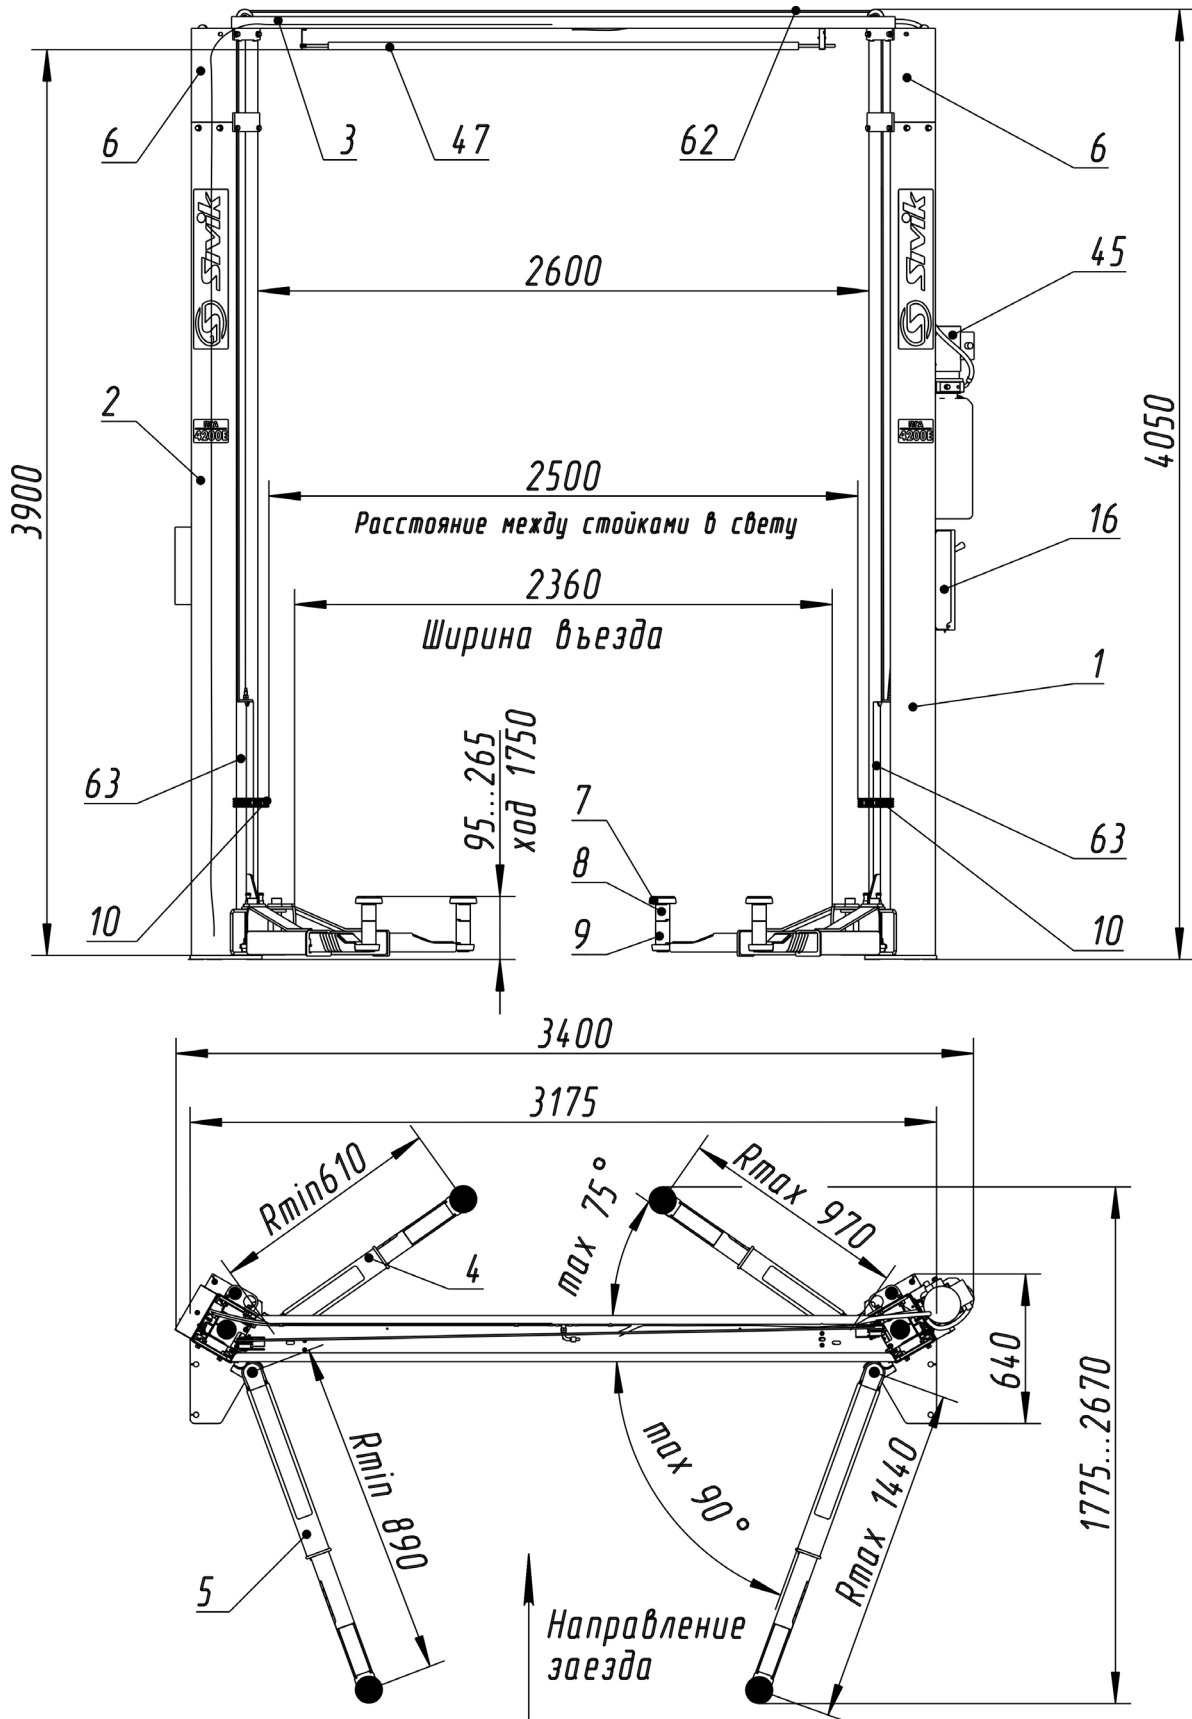
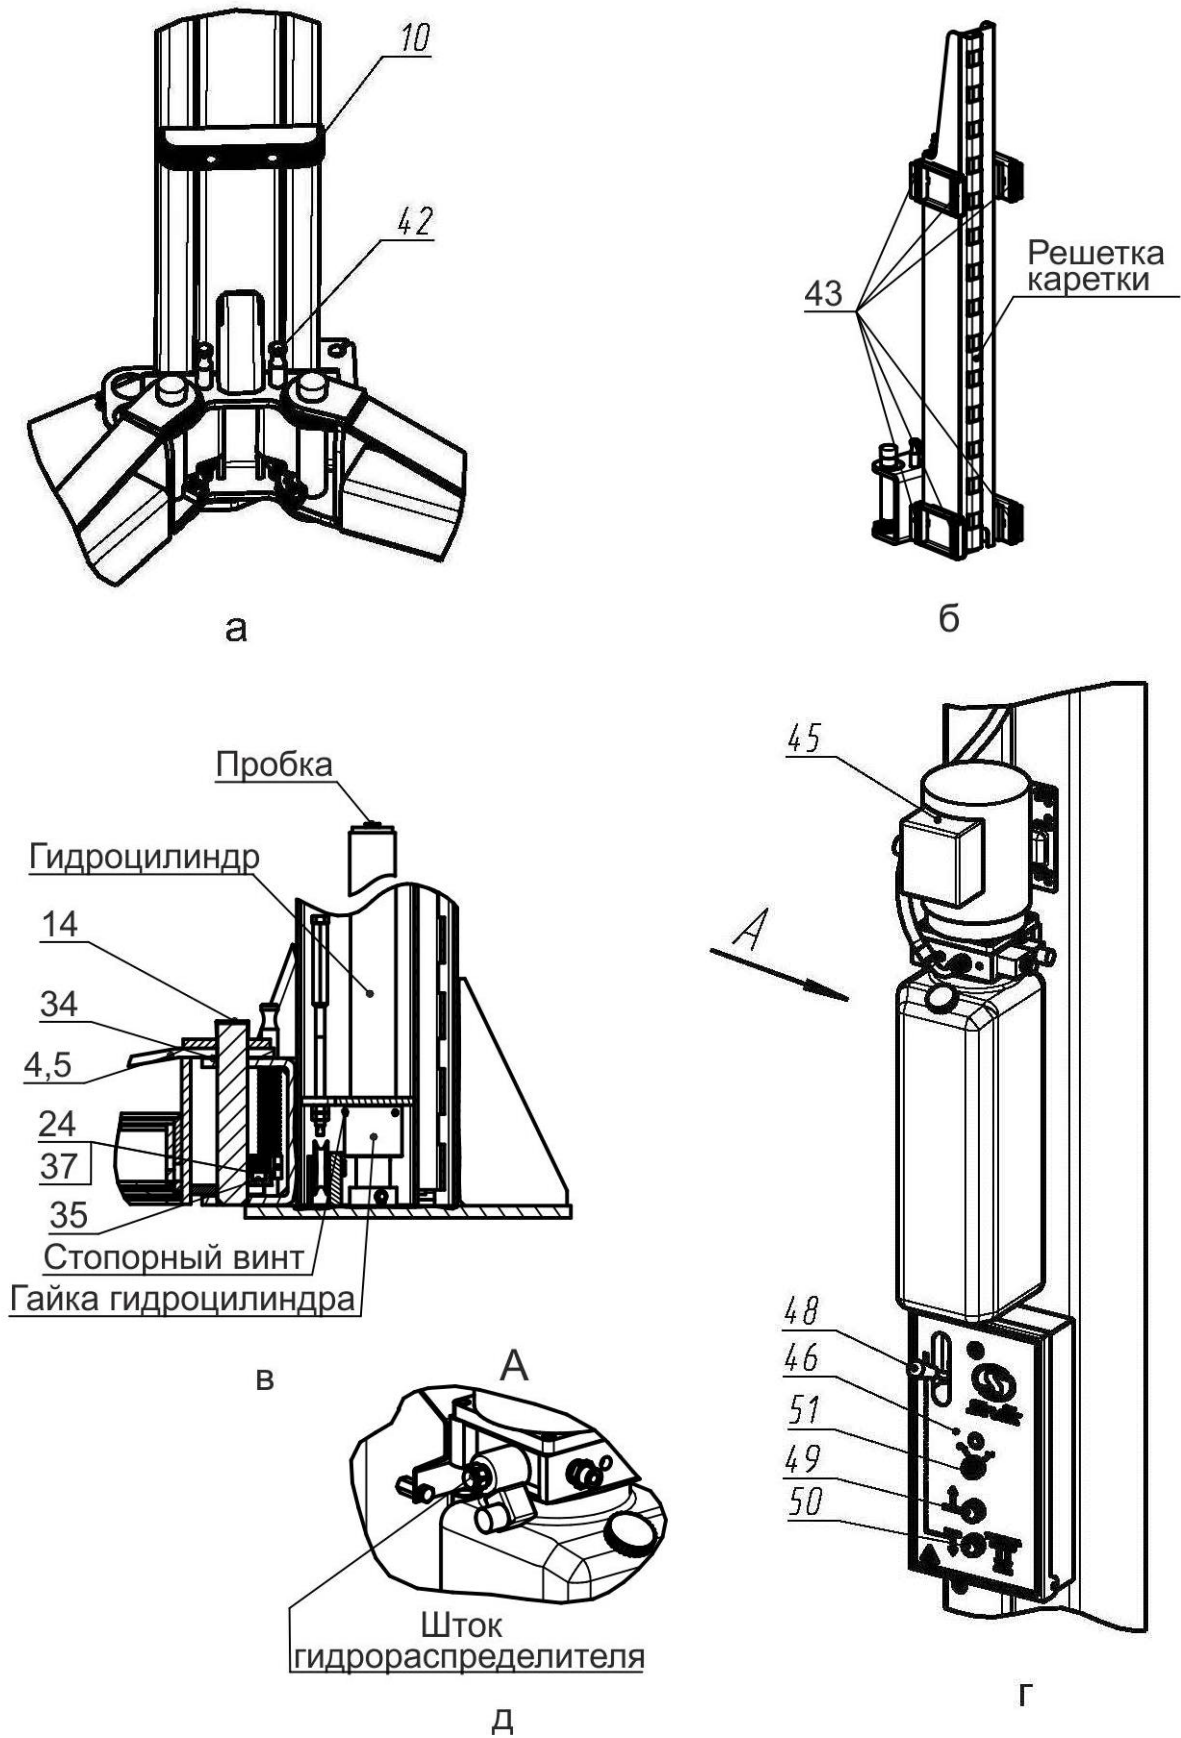
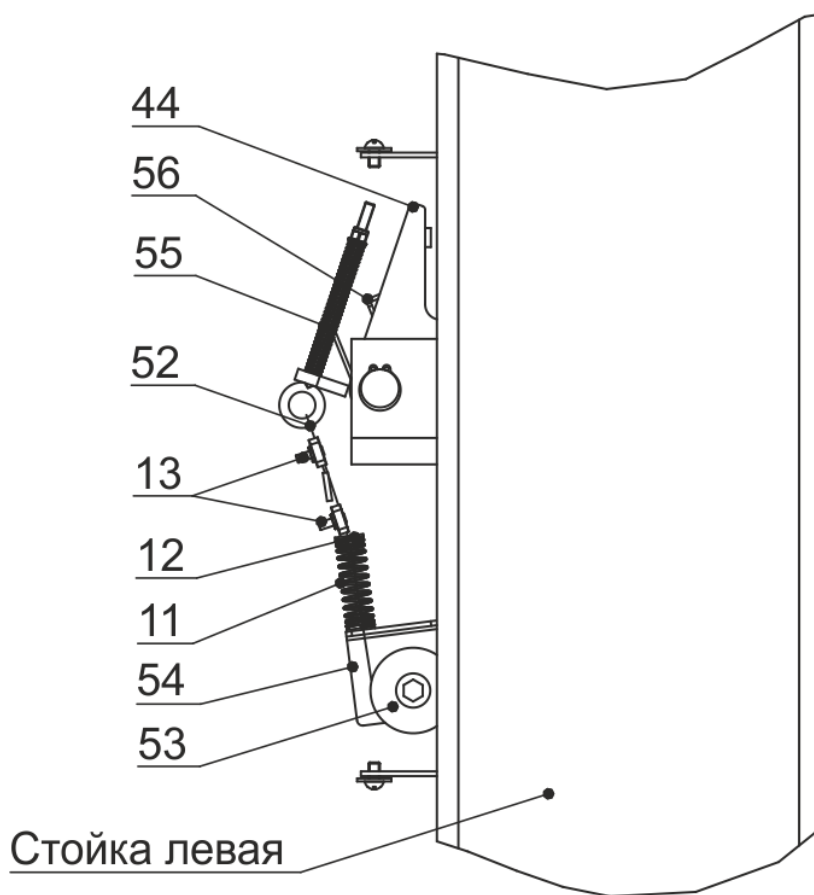

Рисунок 3.1 - Общий вид подъемника
Рисунок 4.1 – Виды подъемника
Рисунок 6.4 - Система стопорения кареток
Подъемник (рисунок 3.1) состоит из двух стоек коробчатого сечения - правой 1 и левой 2, соединенных между собой перекладиной 3. В стойках размещены каретки 63 с закрепленными на них поворотными телескопическими подхватами 4 и 5 разной длины. На концах подхватов 4, 5 установлены опоры 7, подставки опоры 8, 9. Подхваты фиксируются стопорными устройствами 42 (рисунок 4.1 а), автоматически срабатывающими при подъеме автомобиля. При опускании кареток 63 в крайнее нижнее положение происходит автоматическое расстопорение подхватов 4 и 5. Каретки 63 приводятся в движение гидравлическими цилиндрами, установленными внутри стоек. Подъемник снабжен системой 62 тросовой синхронизации движения кареток 63.
Каждая каретка 63 (рисунок 4.1 б) снабжена полиамидными ползунами 43, скользящими по беговым дорожкам стоек 1 и 2. Каретки фиксируются на требуемой высоте стопорами-защелками 44 (рисунок 6.4), закрепленными на стойках 1,2 и входящими в зацепление с решетками на каретках 63.
На правой стойке (рисунок 4.1 г) размещена насосная станция 45 с пультом управления 46. Внутри насосной станции 45 находится клапан предохранительный, предотвращающий перегрузку в гидросистеме. Клапан предохранительный настроен на заданное давление и опломбирован.
- касании автомобилем ограничительной дуги 47 перекладины 3 (рисунок 3.1);
Для предотвращения повреждения дверей автомобиля (при открывании) на каретки 63 установлены накладки 10, фиксируемые винтами М8х30, шайбами 8Г и шайбами 8 (рисунок 3.1 и рисунок 4.1 а).
Управление подъемником осуществляется рычагом 48 (рисунок 4.1 г) и двумя кнопками 49 и 50, установленными в пульте управления 46. Рычагом 48 осуществляется расстопорение кареток 63, а кнопками 49 и 50, подъем (кнопка 49) и опускание (кнопка 50) кареток 63.
**ВНИМАНИЕ!** Перед сборкой проверить затяжку гаек гидроцилиндров и стопорных винтов (рисунок 4.1 в).
6.6 Установить тросик системы стопорения (рисунок 6.4). Для этого снять крышку, закрывающую стопор-защелку 44 на левой стойке 2, отвернув два винта М6х10. Тросик 52 системы стопорения, закрепленный на правой стойке 1 (с насосной станцией 45), протянуть через блоки, направляющие трубки в перекладине 3 к стойки левой 2 и вывести через блок 53 и отверстие в кронштейне 54 наружу. На свободный конец тросика надеть пружину 11 со втулками 12, выбрать слабинку тросика и затянуть зажим 13.
Для того чтобы проверить срабатывание упругой тяги 55, необходимо одному человеку прижать рукой защелку 44 к стойке 2, а другому повернуть рычаг 48 (рисунок 4.1 г) на себя. Упругая тяга 55 должна вытянуться на полный ход штока.
При повороте рычага 48 (рисунок 4.1 г) защелки на левой и правой стойки должны срабатывать одновременно. При отпуске рычага 48, защелки на левой и правой стойке должны вернуться в исходное положение. Регулировка проводится выборкой слабины тросика 52 и обжатием петли от вытягивания зажимом 13.
6.9 Открутить пробку бака насосной станции 45 и залить масло (около 12 л) до верхней метки «МАХ» (рисунок 4.1 г). Уровень масла контролировать визуально. Установить пробку бака на место.
- кратковременным нажатием на кнопку 49 (двигатель должен работать, вращение крыльчатки по стрелке на кожухе эл. двигателя, а из бака должно убывать масло, рисунок 4.1 г).
- отвернуть пробки у каждого гидроцилиндра на один оборот (рисунок 4.1 в)